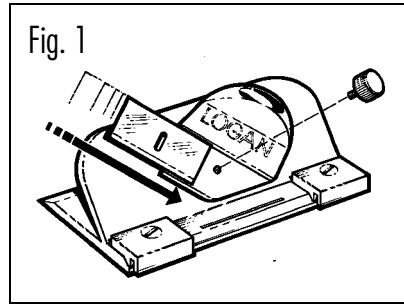

Fig. 1
- 1 Install blade by removing knob and sliding blade into slot. (Fig. 1)
- 1 Einlegen der Klinge durch Entfernen des Knopfes und Einschieben der Klinge in den Klingenschlitz (Fig. 1)
- 4 Schneiden des Passepartouts (Fig. 1)
- 1 Para instalar la cuchilla, saque el tornillo y introduzca la cuchilla en la ranura. (Fig. 1)